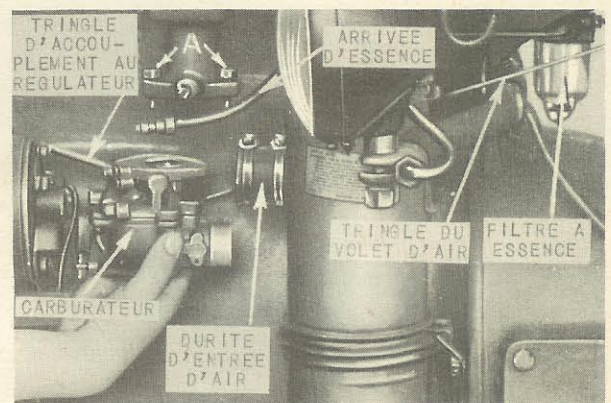

Figure 26A - Dépose du carburateur.
6. Dévissez les vis à tête hexagonale ou les écrous "A", figure 26A, qui fixent la bride du carburateur sur le collecteur d'admission, et retirez le carburateur complet.